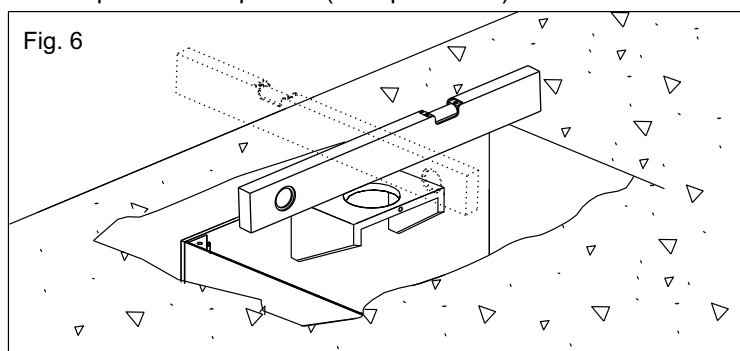
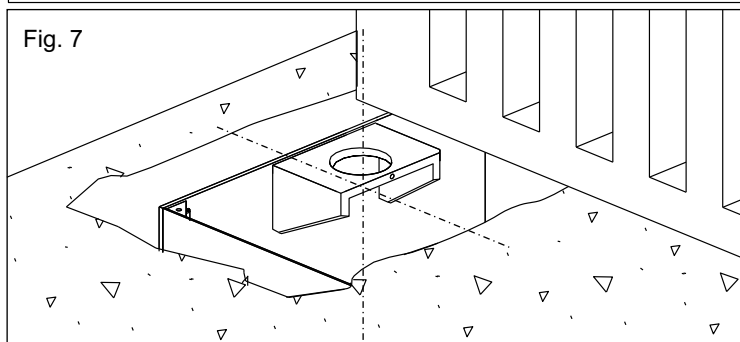

Fig. 6
Fig. 7
2.3. Antes de cementar la caja portante, utilizar un nivel para que sea perfectamente horizontal al suelo (Fig. 6) y perpendicular al eje de la cancela (Fig. 7)